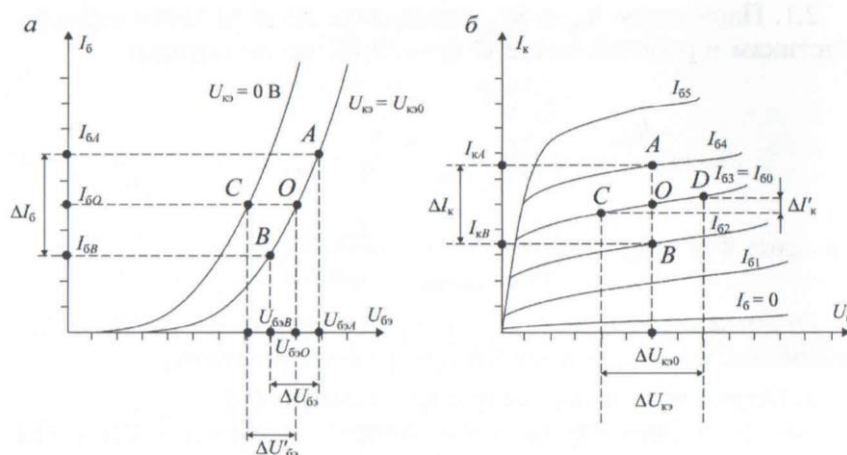

Рис. 9. Определения h -параметров транзистора по статическим характеристикам: а – входные характеристики, б – выходным характеристиками
2.1. Параметры $h_{11э}$ и $h_{12э}$ определите по входным характеристикам в рабочей точке О (рис. 9, а) по формулам:
2.1. Параметры $h_{21э}$ и $h_{22э}$ определите по выходным характеристикам в рабочей точке О (рис. 9, б) по формулам: